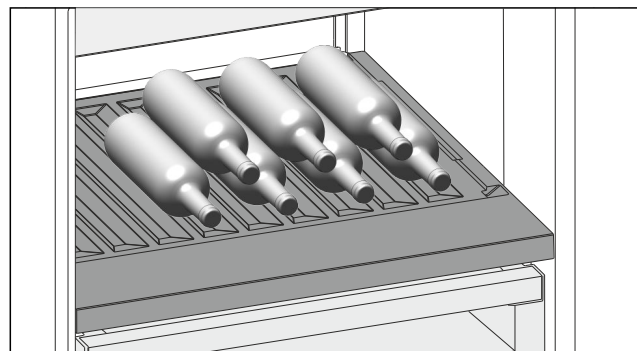

Fig. 152 Voorbeeldweergave
- ▶ Flessen met de bodem naar achteren tegen de achterwand plaatsen. (zie Fig. 152)